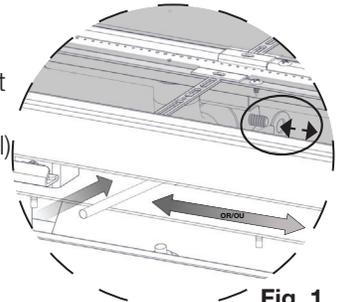

Fig. 1
2. Disengage the air shutter adjustment rod by pushing the smaller end of the rod to the left or right (depending on model) (**Fig. 1**). **The rubber grommet must stay in place.**
2. Dégagez la tige de contrôle en poussant la côté la plus petit de la tige vers la gauche ou le droit (dépendant sur le modèle) **(Fig. 1)**. **Le passe-câble en caoutchouc doit rester en place.**